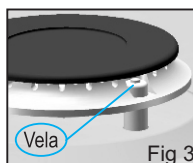

Fig 3
- Não toque nas velas devido a possibilidade de choque elétrico, Fig 3.